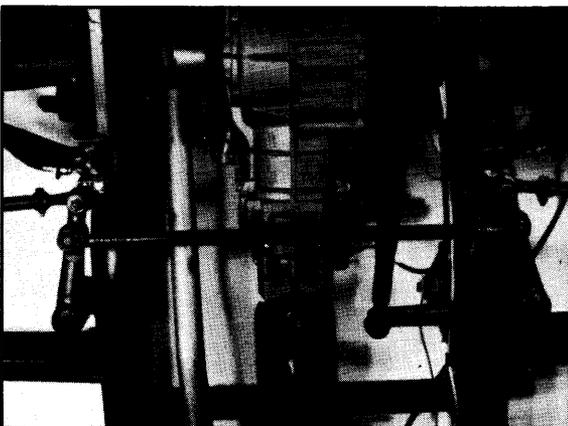

Figura 46-2/3
**c) Desconectar de ambas palancas derecha e izquierda, las rótulas de las barras derecha e izquierda. (Figura 46-2/3).**